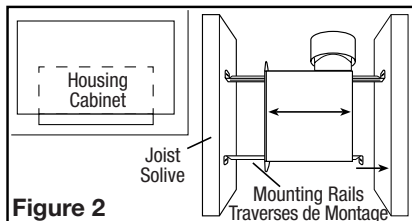
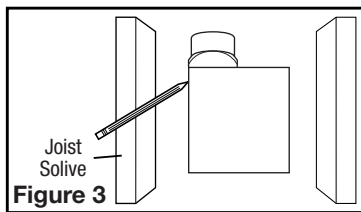

Figure 2
Figure 3
- Install the rails into the mounting channel on the housing. Center the mounting channel in the slots on the housing, then from inside the housing tighten the mounting channel screws so the channel is securely in place. Position the housing next to the joist. Line up housing so that it will be flush with the finished ceiling. Secure the ends of the rails with screws or nails (not included) to the joists and slide the housing into the final position (**Figure 2**).
- Set housing in position between the joist and trace an outline onto the ceiling material (**Figure 3**). Set housing aside and cut opening, being careful not to cut or damage any electrical or other hidden utilities. Install the rails into the mounting channel on the housing. Center the mounting channel in the slots on the housing, then from inside the housing tighten the mounting channel screws so the channel is securely in place. Position the housing in the previously cut hole so that it is flush with the finished ceiling. Secure the ends of the rails to the joists (**Figure 2**).
- Installez les rails dans le canal de montage sur le boîtier. Centrez le canal de montage dans les fentes sur le boîtier, puis de l'intérieur du boîtier, serrez les vis de montage de sorte que le canal soit bien en place. Placez le boîtier à côté de la solive. Aligner le châssis pour qu'il soit de niveau avec le plafond fini. Fixez les extrémités des rails aux solives avec des vis ou des clous (non inclus) et glissez le boîtier dans la position finale (**Figure 2**).
- Placer le boîtier en place entre les solives et tracez un contour sur le matériel du plafond (**Figure 3**). Mettez le boîtier de côté et découpez l'ouverture, en faisant attention de ne pas couper ou endommager les installations électriques ou d'autres utilités masquées. Installez les rails dans le canal de montage sur le boîtier. Centrez le canal de montage dans les fentes sur le boîtier, puis de l'intérieur du boîtier serrez les vis de montage de sorte que le canal soit bien en place. Positionnez le boîtier dans le trou préalablement découpé de sorte qu'il soit aligné avec le plafond fini. Fixez les extrémités des rails aux solives (**Figure 2**).